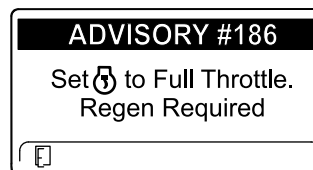

Figura 50
**Nota:** Se a temperatura de escape do motor for demasiado baixa, o InfoCenter mostra o AVISO N.º 186 (Figura 50) para o informar de que tem de definir o motor para ralenti alto (aceleração total).